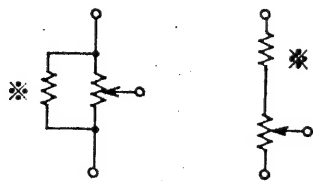

図 17
*本機は $1.5\text{ k}\Omega$ の抵抗器にて、校正してありますが、この抵抗値のものが無い場合は、図 17 の様に補正抵抗を入れて $1.5\text{ k}\Omega$ になるようにして下さい。しかし